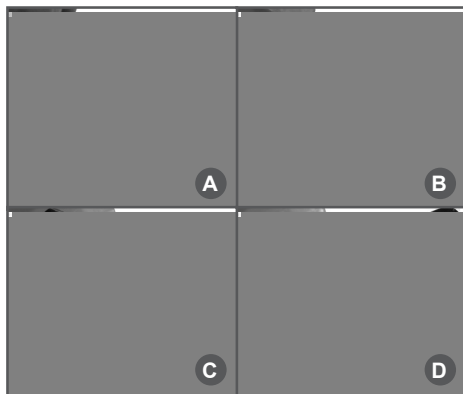

Рис. 4 Установка ножа
2. Установите чашку редуктора 2 (Рис. 3) так, чтобы отверстие в чашке и выемка в корпусе редуктора встали друг напротив друга, и закрепите ее винтами (Рис. 4А).
3. Установите защитную шайбу редуктора и совместите отверстие в чашке редуктора с отверстием на защитной шайбе редуктора (Рис. 4В).
5. Установите нож 8 (Рис. 3) на защитную шайбу редуктора (Рис. 4С).